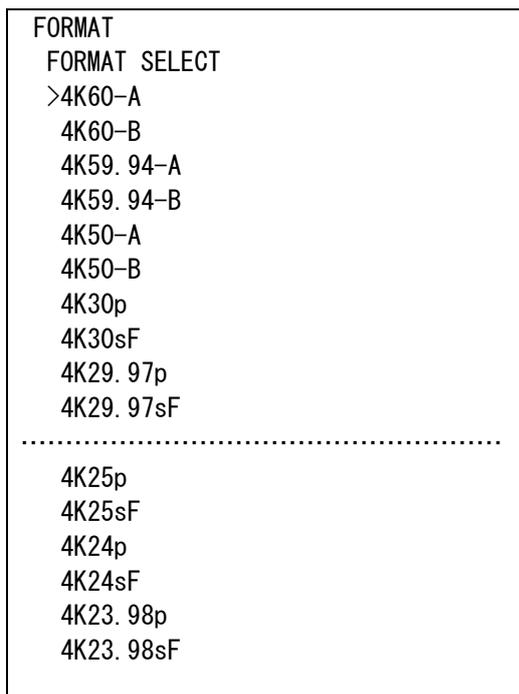

図4-100 オンスクリーンメニュー(FORMAT SELECT例)
- 1) FORMAT メニューで「FORMAT SELECT[FSEL]」を選択し、**ENTER** ボタンを押すと図 4-100 のような設定メニューが表示されます。